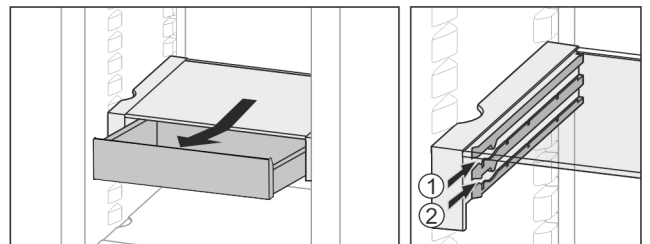

Fig. 25
- ▶ Inserire all'altezza desiderata Fig. 25 (1) o Fig. 25 (2).